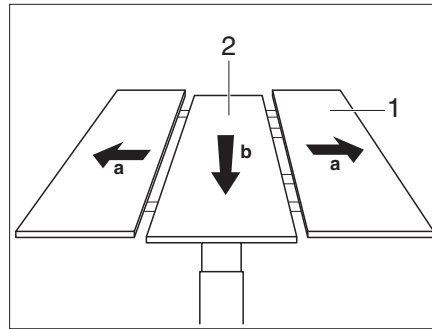

Fig. 99 Subir la parte central
- Separar las partes externas (Fig. 99,1) de la mesa.
- Empujar con fuerza la parte central (Fig. 99,2) de la mesa hacia abajo. La parte central se presiona por la fuerza de resorte hacia arriba.
- Empujar con fuerza la parte central (Fig. 99,2) de la mesa hacia abajo. La parte central se engatilla en la posición inferior.